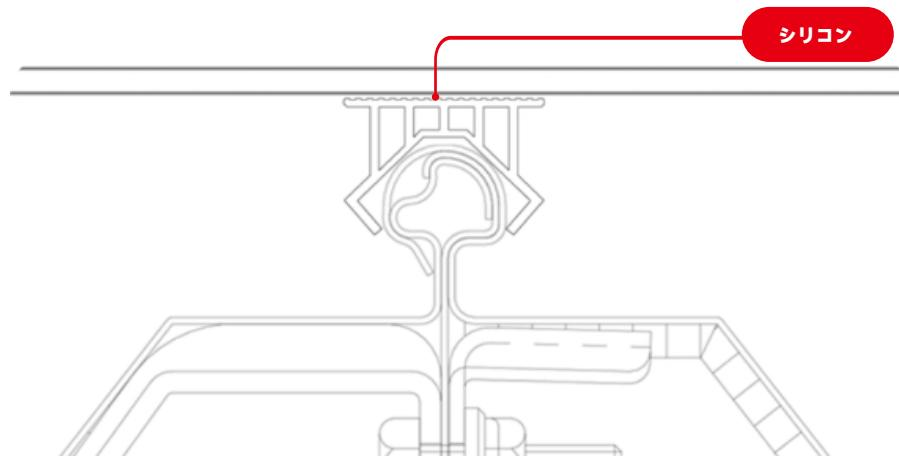
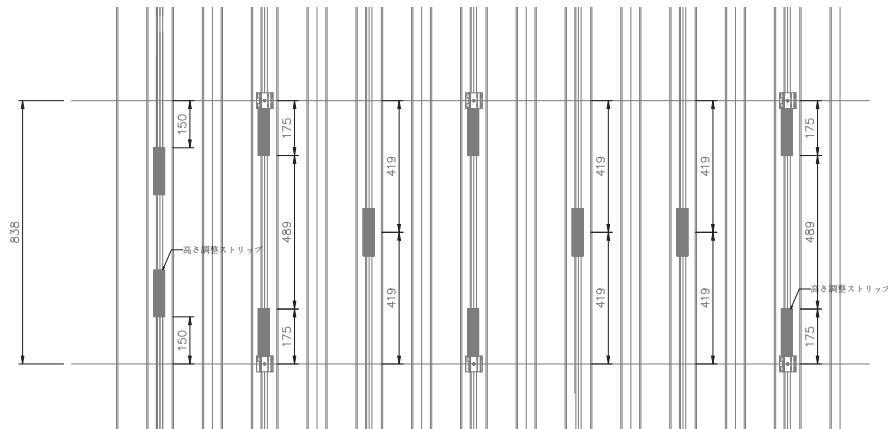

図 4
図 5
- 高さ調整ストリップを取り付け、シリコンを使用して金属屋根の山に接着します。その後、さらにストリップにシリコンを塗布し、製品の裏板を接着します。ストリップ上にシリコンを塗布するかどうかについては、プロジェクト所在地の風圧に基づき、GoodWe が適切な提案を行います。必要なストリップの数量は、プロジェクトプランに基づいて決定されます（図 4）。シリコンの長さは 150mm、幅は 8mm、高さは 2mm です。全体の長さは 150mm で、具体的な配置方法は以下を参照してください（図 5）。